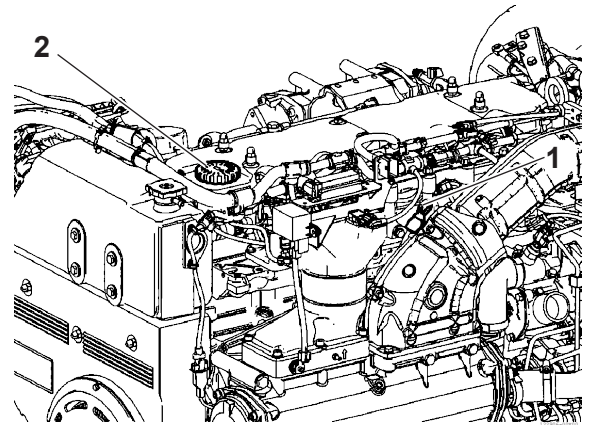

Bild 1
- Kontrollera med mätstickan (**bild 1 (1)**) att oljenivån ligger mellan MIN- och MAX-markeringarna.
- Om nivån är för låg tar du bort pluggen det gäller (**bild 1, (2)**) och fyller på genom påfyllningsöppningen på topplocket med de mängder som anges på sidan 35.